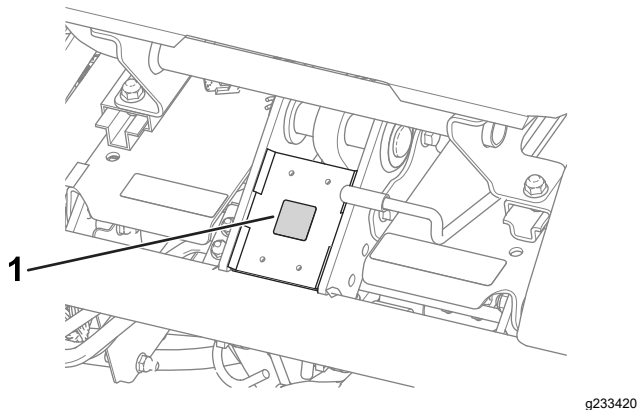

Figura 9
- Aplique la pegatina con marca CE al bastidor debajo de la parte delantera del asiento (Figura 9).